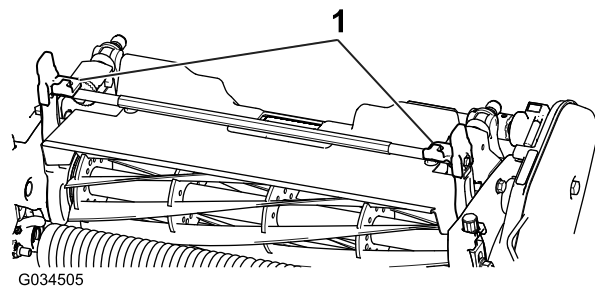
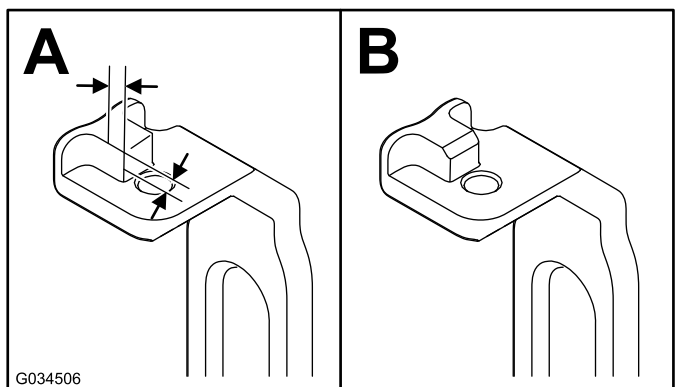

图4
图5
2. 找到两个旋转臂 图4 如 图5 所示在凸耳上测量出 2.3mm 对棱角进行打磨。